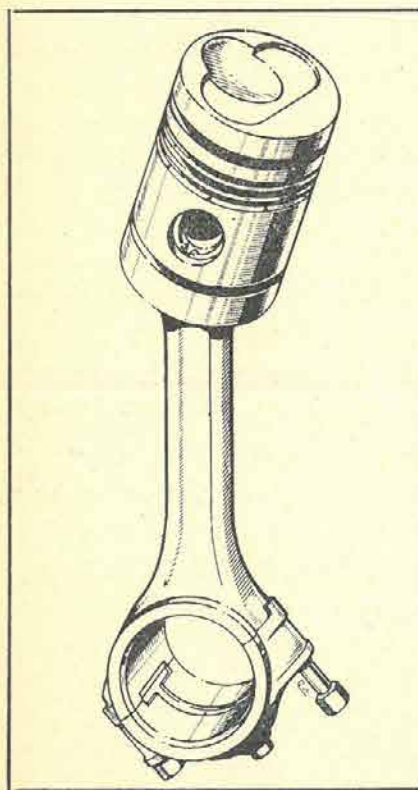

FIG. 2
**PISTONI** - I pistoni sono in lega alluminio-silicio-nichel trattata termicamente. Ogni pistone porta quattro fasce elastiche di tenuta e due raschiaolio. Nella parte superiore esiste una cavità che costituisce la camera di combustione. Poichè detta camera non è simmetrica occorre fare attenzione affinché il montaggio del pistone rispetto alla biella avvenga come indicato nella Fig. 2.